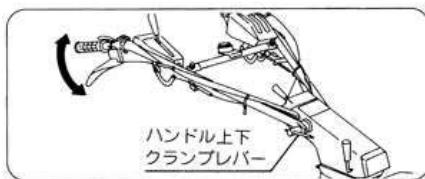

図48
- ① ハンドル上下クランプレバーをゆるめ、ハンドルの菊座とフレームの菊座の凸凹が丁度合う位置で、クランプレバーを確実にしめてください。(図48)